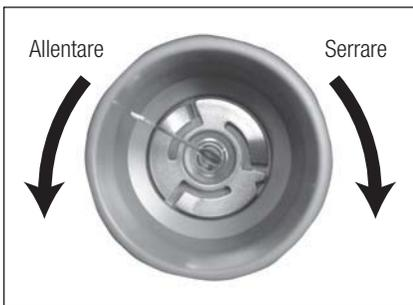

Fig. 21
- 3) Ruotare la chiave per serrarla, come mostrato nelle Fig. 21 e 22, finché si avverte uno scatto e la chiave comincia a girare senza serrare ulteriormente.
Per rimuovere la punta, ruotare la chiave nella direzione opposta come mostrato nelle Fig. 21 e 22.